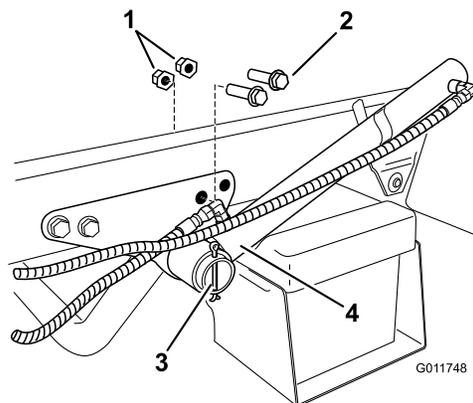

Figura 16
1. Localice y retire los dos pernos y tuercas con arandela prensada traseros del soporte del cilindro de elevación (Figura 16). Guarde estos herrajes para su uso futuro.